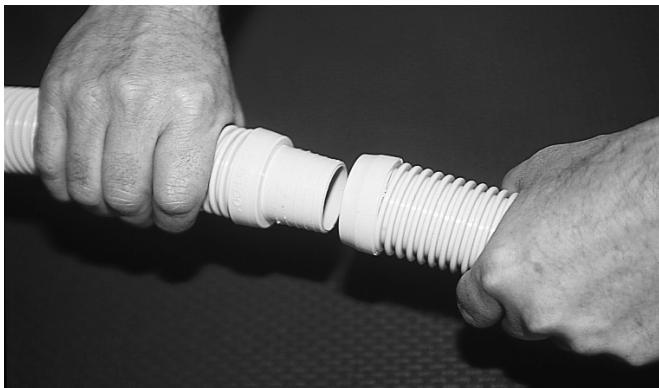

Figure 9
Étape 8 : Raccorder les sections du tuyau (Figures 9 et 10).
Jointez les sections de tuyau entre elles en raccordant l'extrémité mâle à l'extrémité femelle (voir Figure 9). Les raccordements doivent être précis et bien ajustés. Le nombre de longueurs dont vous aurez besoin dépend de la taille de la piscine.